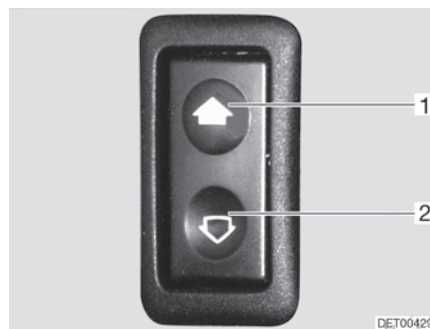

Bild 45 Schalter für elektrischen Fensterheber
- Öffnen:* ■ Schalter unten (Bild 45,2) drücken.
- Schließen:* ■ Schalter oben (Bild 45,1) drücken.